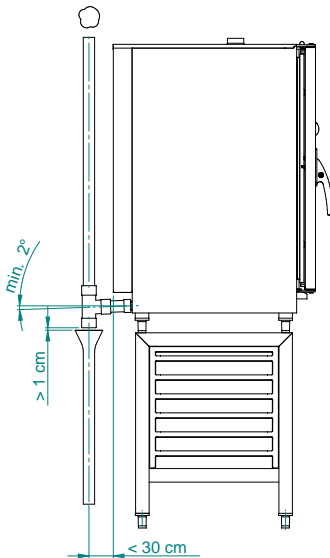

Fig. 2.4
**Attenzione:** L'impianto di scarico deve essere installato in modo tale da evitare che eventuali vapori emessi dalla presa d'aria a imbuto "air break" raggiungano le aperture di aereazione presenti sul fondo del forno. (Fig. 2.4 e 2.4A)